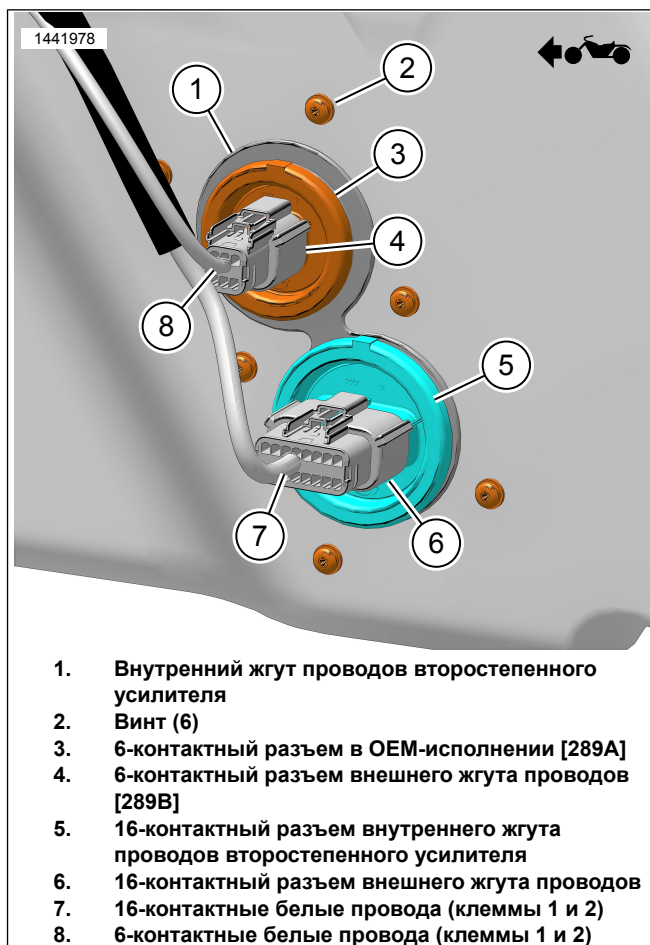

Рисунок 8. Белые провода внешнего жгута проводов (за пределами кофра)
1. См. рис. 8. Используйте специальный инструмент для удаления клемм из разъемов.
- a. Вставьте белый/розовый провод (8) из оригинального 6-контактного разъема [289B] (4) в клемму 1 16-контактного разъема жгута проводов второстепенного усилителя [289B_1] (7).
- b. Вставьте белый/коричневый провод (8) из оригинального 6-контактного разъема [289B] (4) в клемму 2 16-контактного разъема жгута проводов второстепенного усилителя [289B_1] (7).
3. См. рис. 8. Используйте изоляционную ленту, чтобы обернуть концы белых проводов (7), которые находились в 16-контактном разъеме (6), или полностью удалите провода из второстепенного усилителя, в том числе неиспользуемый разъем [350B].
4. При необходимости закрепите неиспользуемые белые провода (7).
При отсутствии динамиков кофра 6-контактный разъем (4) внешнего жгута проводов будет отсутствовать. См. рис. 8.